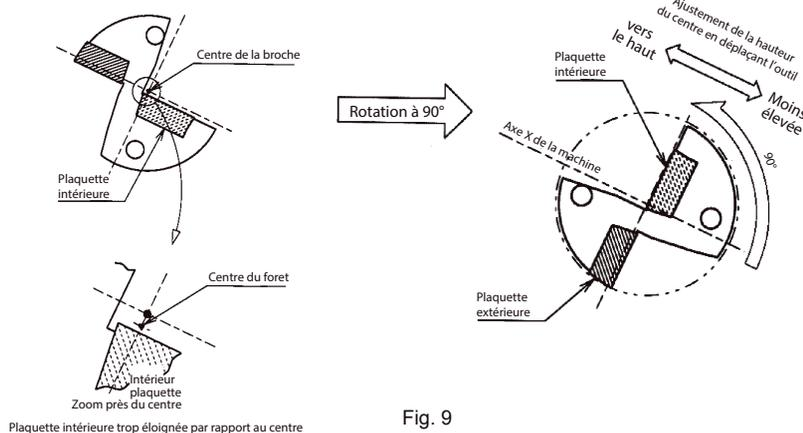

Fig. 9
2. Si le diamètre du téton devient trop grand après cet ajustement, installer le foret en tournant de 90° dans le sens antihoraire, comme indiqué à la figure 9 (la plaquette extérieure est positionnée plus bas), puis ajuster la hauteur du centre en déplaçant l'outil dans la direction de l'axe X. (Toutefois, il est alors impossible d'ajuster le diamètre de coupe.)